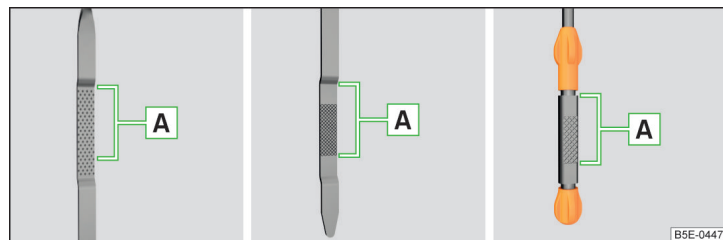

Fig. 152 Imagen esquemática: Varilla de medición de aceite
Varilla de nivel de aceite » fig. 152
- El nivel de aceite no debe estar nunca sobre o debajo de la zona **A** » fig. 152. ¡Existe riesgo de daños del motor, así como en el sistema de gases de escape!
- ¡Si el nivel de aceite se encuentra por encima de la zona **A**, » fig. 152  no siga conduciendo! Pare el motor y recurra a la asistencia profesional de un taller especializado.